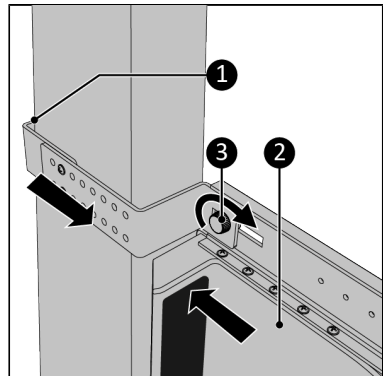

Abbildung 115.
9. Drücken Sie den Way-out fest gegen den Fensterrahmen (Abbildung 115, Pos. 2).
10. Ziehen Sie die Halterung so weit wie möglich zu sich heran (Abbildung 115, Pos 1) sodass diese richtig klemmt.
11. Ziehen Sie die Schraubkappe (Abbildung 115, Pos. 3) fest.